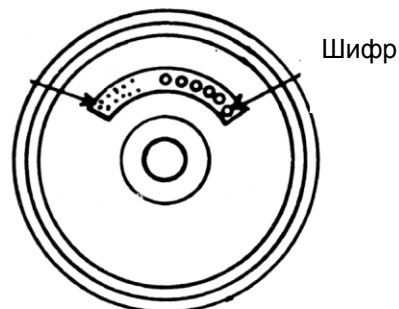

Рис. 4-36.
- ★ Замените внутренний картридж после 6-кратной очистки или если он использовался более года. Заменяйте внутренние элементы одновременно (Рис. 4-36).